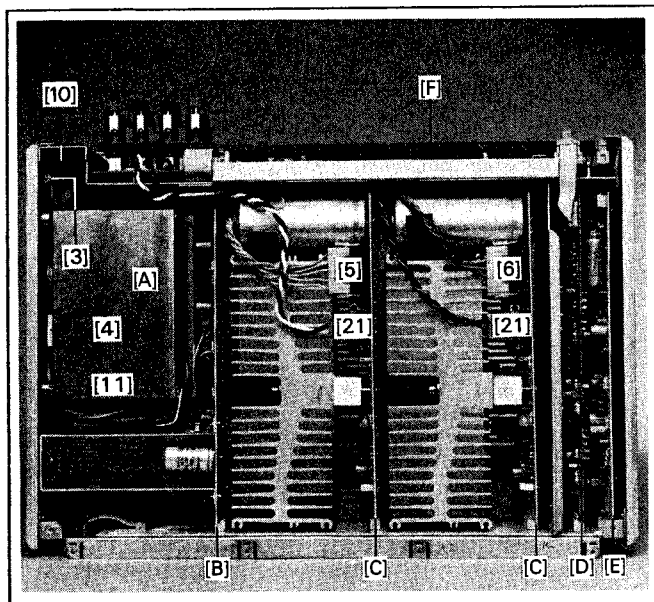

Fig. 2.3
- Die drei Steckverbindungen (16), (18), (20) ziehen.
- Die beiden Kabel (21) zu den Endstufen ausziehen und freilegen (Fig.2.3).
- Die fünf Befestigungsschrauben (22) des Prints entfernen.
- An der Geräteunterseite die beiden Schrauben (23) des D-Typ Steckers entfernen.